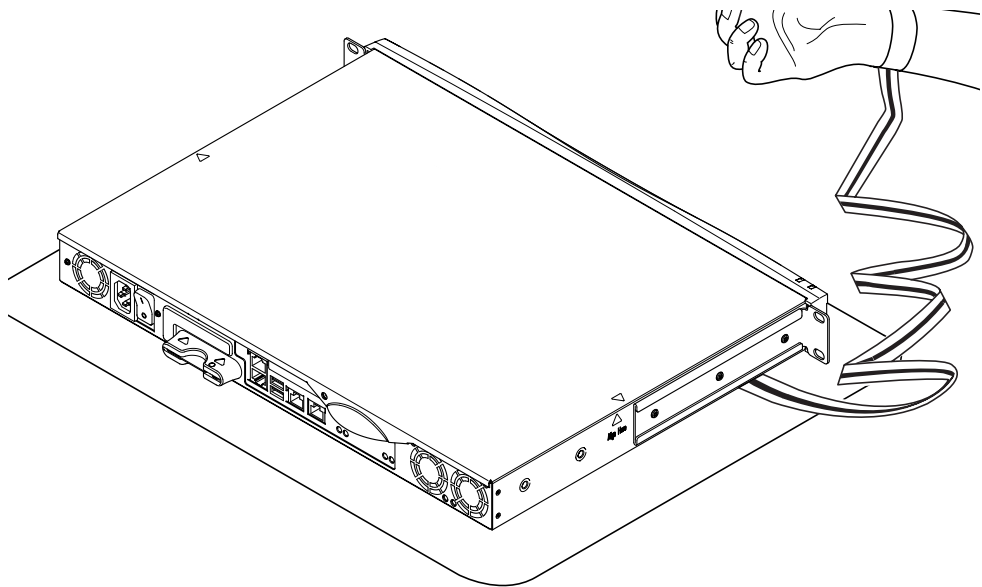

ABBILDUNG 8-2 Verwendung des mitgelieferten Antistatikarmbands
Achtung – Das System enthält elektronische Bauteile, die empfindlich auf statische Elektrizität reagieren. Berühren Sie keine Metallteile. Stellen Sie das System auf eine Antistatikmatte (ESD) (siehe ABBILDUNG 8-2). Legen Sie das im Lieferumfang des Systems enthaltene Antistatikarmband an, und befestigen Sie es am Metall-Chassis des Systems, bevor Sie interne Bauteile berühren.
1. Setzen Sie die Einheit auf die ESD-Oberfläche, und legen Sie ein antistatisches Armband an (siehe ABBILDUNG 8-2).
1. **Setzen Sie die Einheit auf die ESD-Oberfläche, und legen Sie ein antistatisches Armband an (siehe **ABBILDUNG 8-2**).**
1. **Setzen Sie die Einheit auf die ESD-Oberfläche, und legen Sie ein antistatisches Armband an (siehe ABBILDUNG 8-2).**